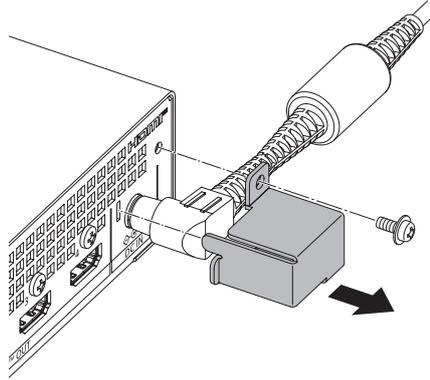

Fig. 1
- 1) **Rimuovere la staffa di fissaggio dell'adattatore CA (Fig. 1).**